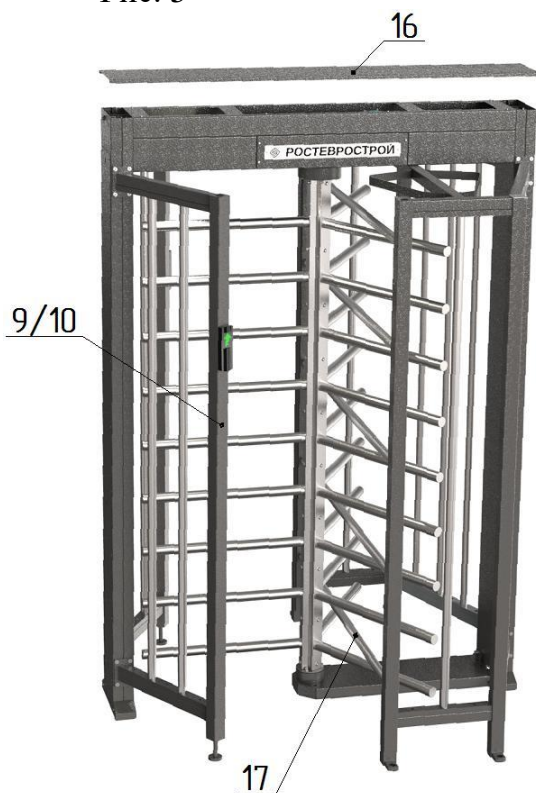

Рис. 6
5. Окончательная сборка (рис.6):
– установите на место крышку **16** (выполнить после подключения турникета и проведения режима калибровки) и закрепите винтами М4 (рис.6)